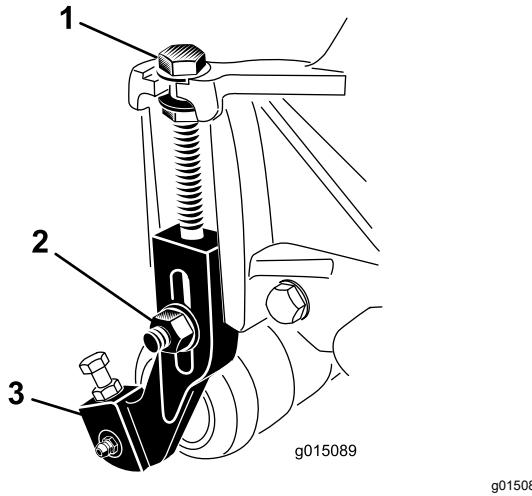

Figura 15
1. Afloje las contratueras que sujetan los soportes de ajuste de la altura de corte a las placas laterales de la unidad de corte (Figura 15).